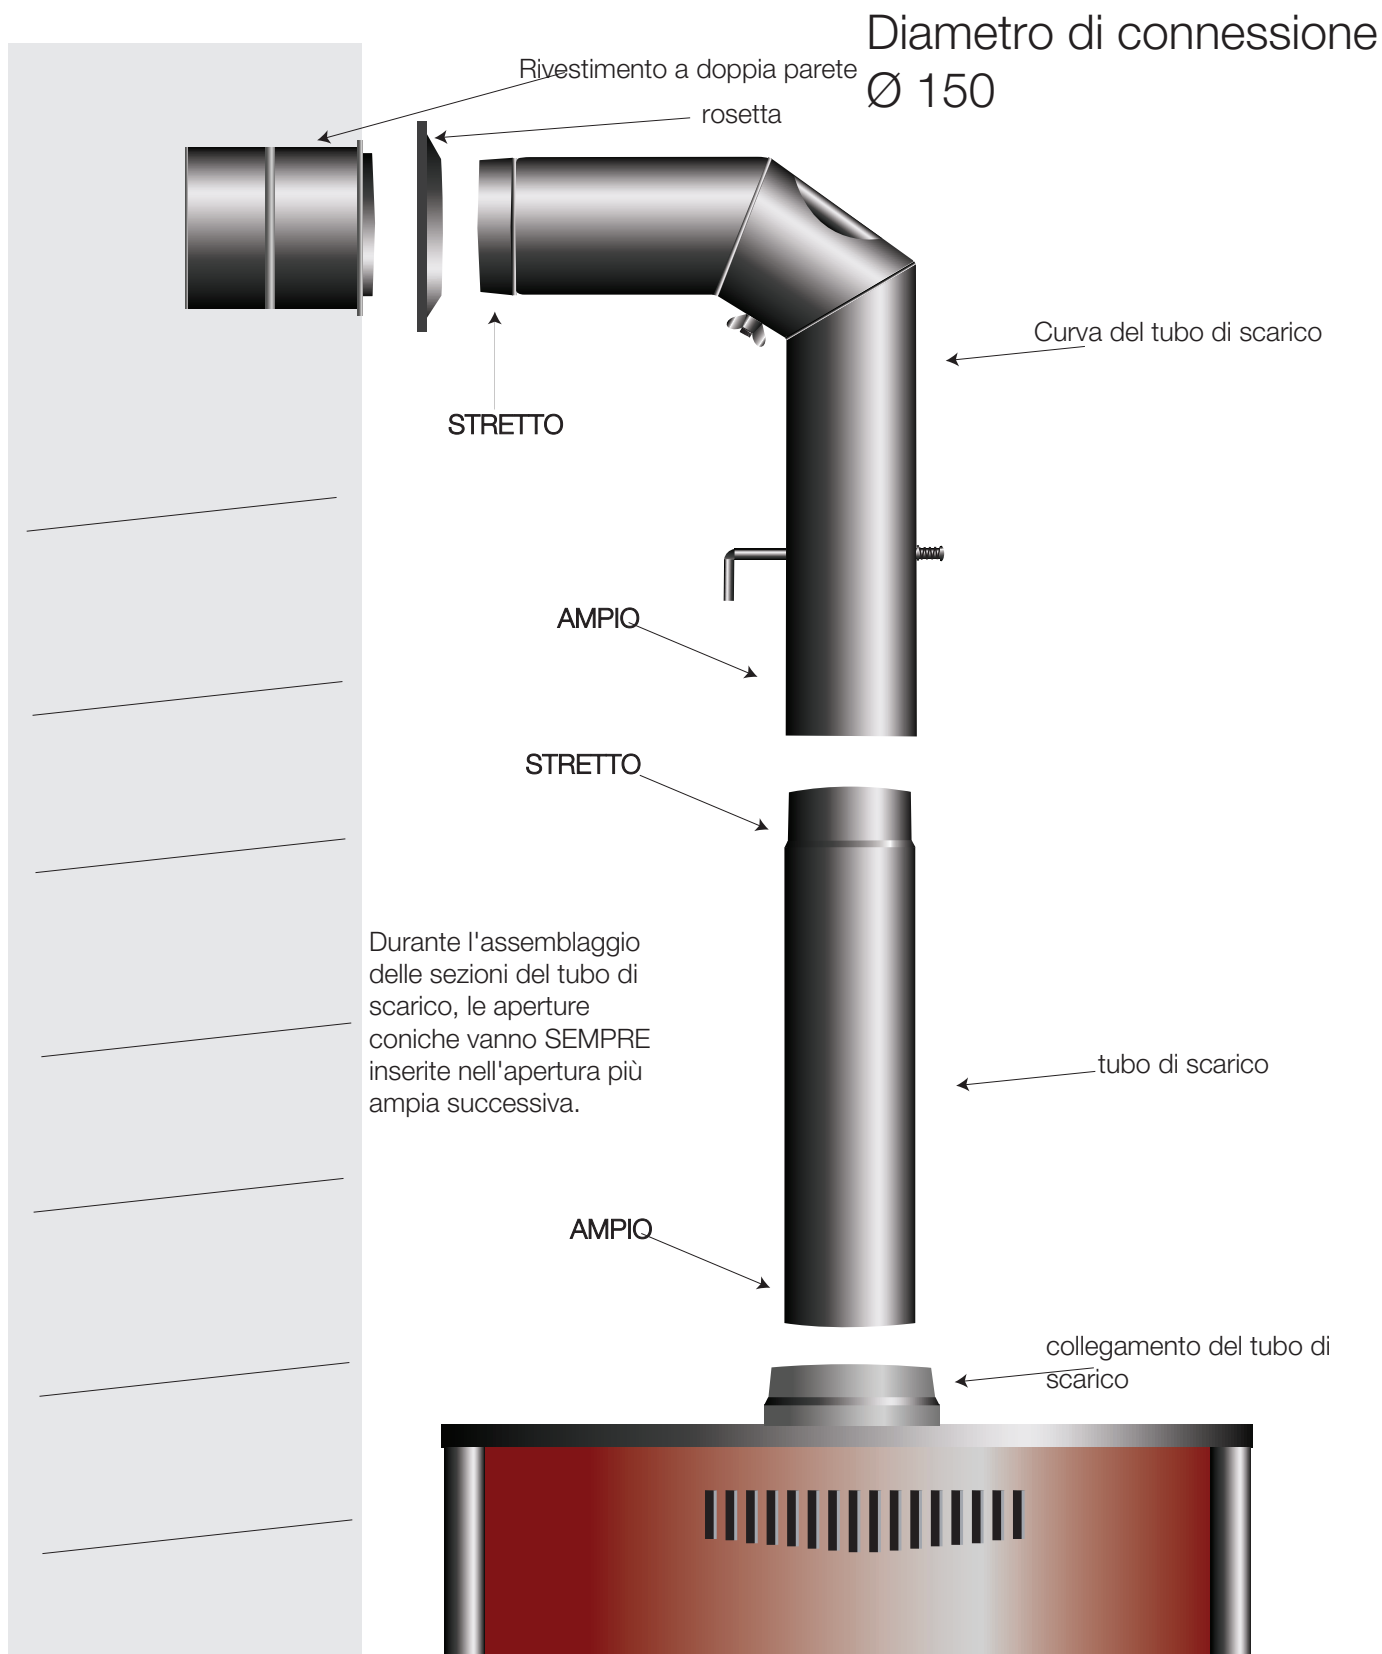

Figura 5 Collegamento della stufa a legna al camino
6. Figura 5 Collegamento della stufa a legna al camino	Pagina 8